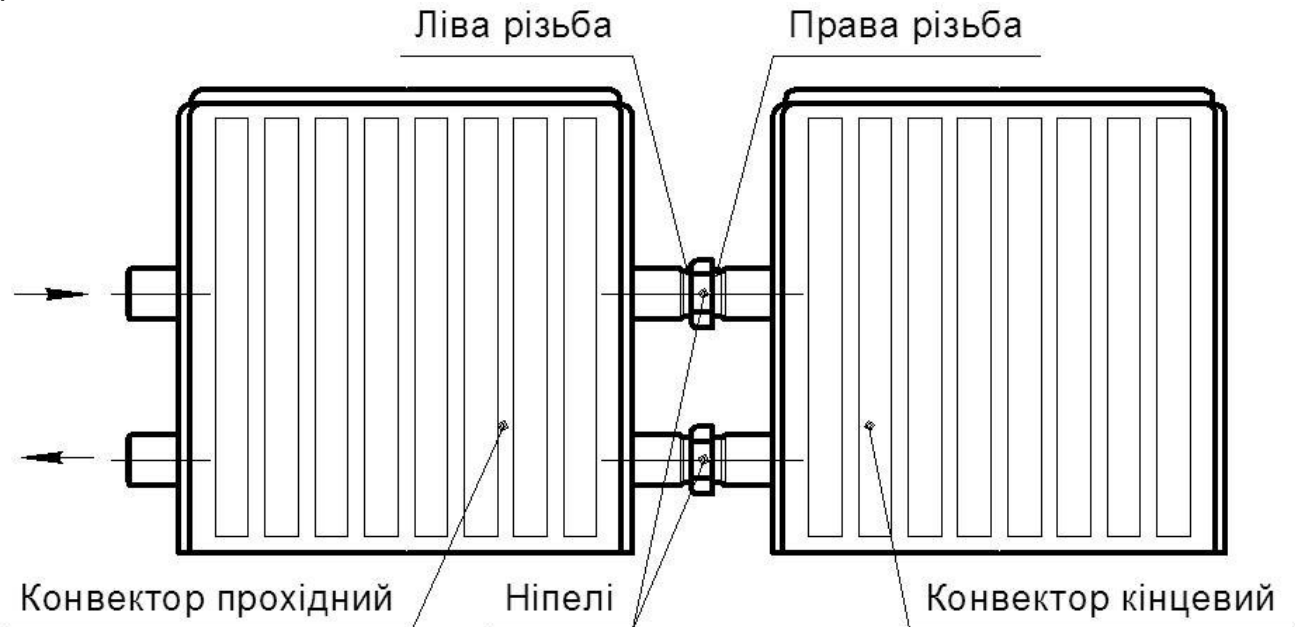

Рис. 2
5.3.8 Для приєднання прохідного конвектора до кінцевого, відкрутіть заглушки з різьбових отворів обох конвекторів. Приєднайте у горизонтальному положенні прохідний конвектор до кінцевого за допомогою ніпелів (див. рис. 2). В якості ущільнення для герметизації з'єднань, використовують льон тіпаний з відповідними герметиками.